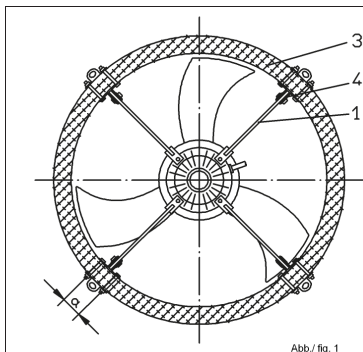

Abbildung 1
Lage der Haltewinkel (4) nach **Abbildung 1** im Kamin (3) mittels Schablone 4 x 90° anreißen, Lochabstand "a" entsprechend den Haltewinkeln (4) bohren.